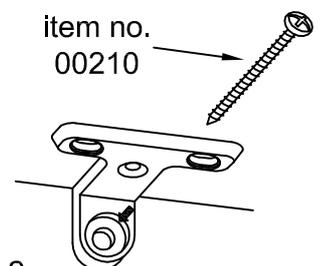

fig. 2
8. Für Hängesideboards mit Tiefe 43 cm: Zeichnen Sie die Bohrlöcher für den Stützwinkel (Teil-Nr. 50431) und die Aushängesicherung (Abb. 2) an. Anschließend jeweils Ø8-mm-Löcher in das Mauerwerk bohren und Nypondübel Ø8x40 mm (Teil-Nr. 50801) einsetzen. Es ist zu gewährleisten, dass der Möbelkorpus auf dem Montagewinkel aufliegt!